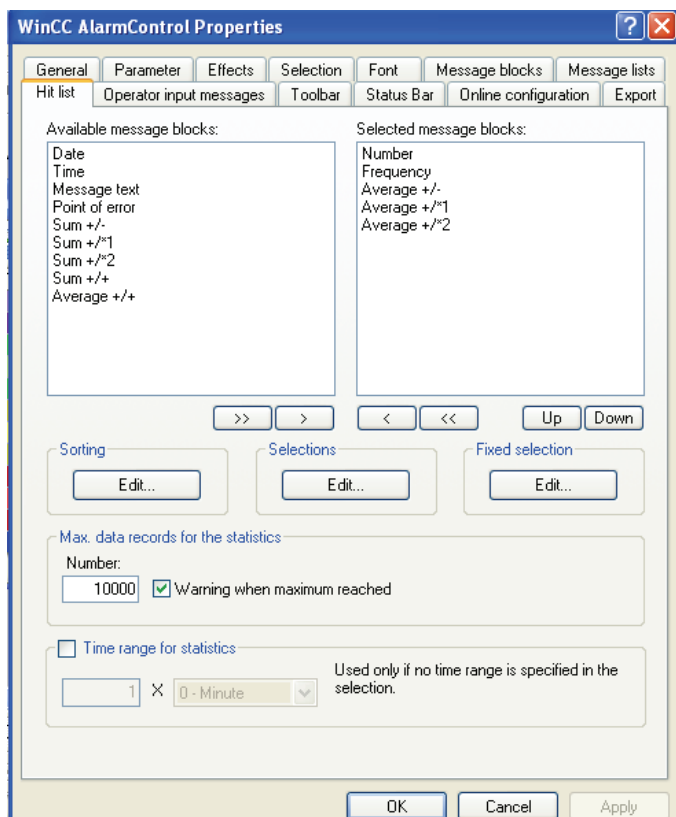

图 8-26 “Hit list” 选项卡
- ① 转到“Hit list”选项卡，如图 8-26 所示。
- ② 从可用消息块列表中选择要在统计列表中显示的消息块。使用箭头按钮，将这些消息块移动到“Selected message blocks”列表。相反地，也可使用箭头按钮从统计列表中移除消息块，然后将其还原到“Available message blocks”列表中。
- ③ 可以定义消息块在统计列表中的排序顺序，选择这些消息块，然后使用“Up”和“Down”按钮对其进行移动。
- ④ 在选项卡的“Selections”区域，指定用于在统计列表中显示消息的标准，例如具体的消息类别或具体的时间范围。如果尚未指定时间范围，计算平均值时会包括所有时间（选择的时间范围较长可能会对性能产生负面影响）。单击“Edit”按钮，组态或导入选择内容。在这种情况下，导入的选择内容将替换现有的选择内容。导入选择内容不需要导出，也可以使用“Selection dialog”按钮定义运行系统中统计列表的选择标准。
- ⑤ 在选项卡的“Sorting”区域定义各统计列表列的排序标准，例如，先根据日期按降序排序，然后根据消息号按升序排序。单击“Edit”按钮，组态排序顺序，也可以通过“Sort dialog”按钮定义运行系统中统计列表的排序标准。
- ⑥ 在选项卡的下部，定义数量和时间限制值的设置，以便创建统计数据。
- ⑦ 保存该组态。